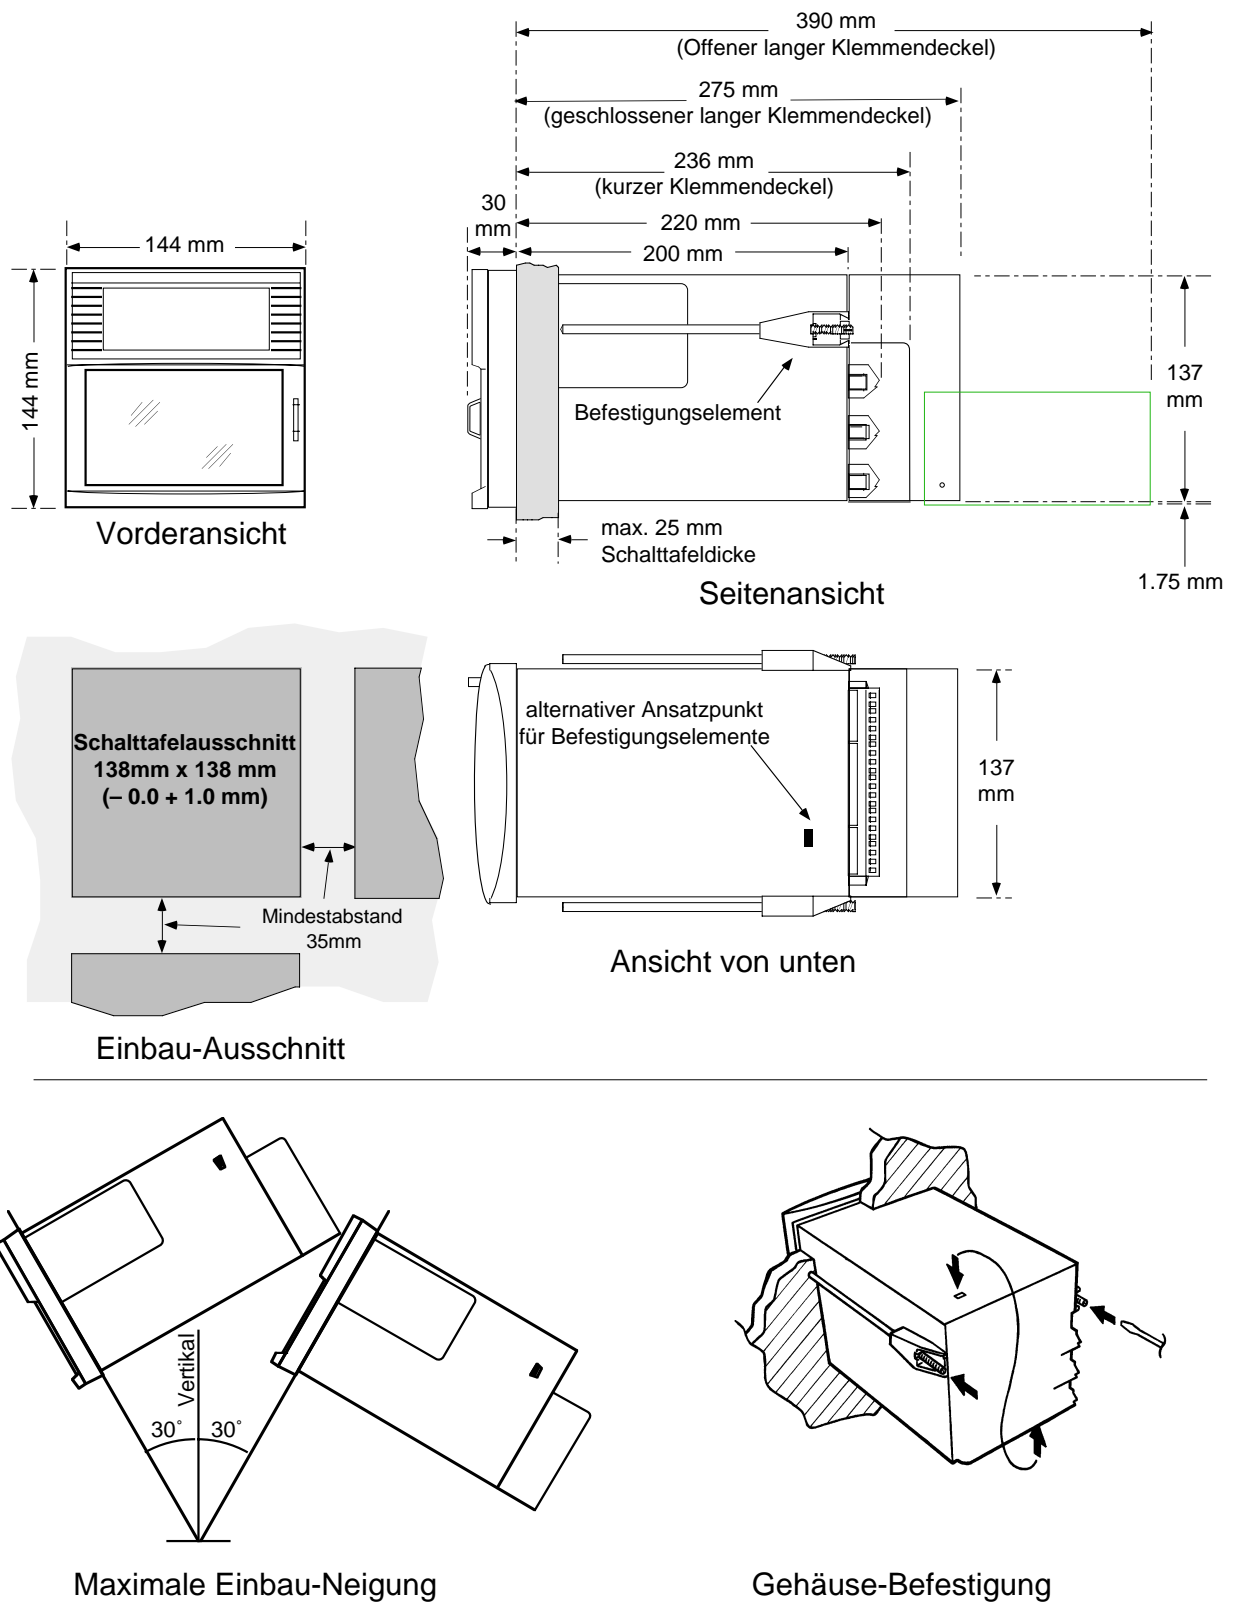

Abb. 1.2.1 Gehäuseabmessungen und Montage
1.2 Mechanischer Einbau (siehe Abb. 1.2.1, Seite 1 - 3)	1 - 2
1.2 MECHANISCHER EINBAU (SIEHE ABB. 1.2.1, SEITE 1 - 3)